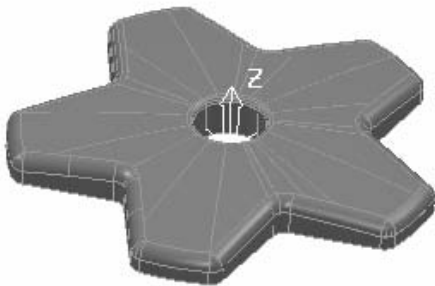

图 2-63 打开范例文件
2) 选择下拉菜单中的“文件”→“范例”命令，弹出“打开范例”对话框，选择“handle.tri”（“随书光盘:\第2章\exercise1\uncompleted\handle.tri”）文件，单击“打开”按钮即可，如图 2-63 所示。